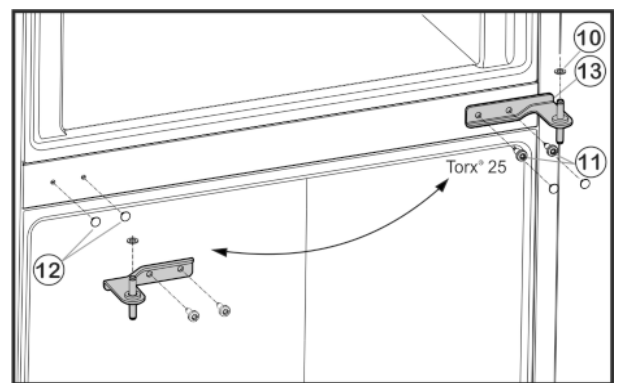

Fig. 5
- ▶ Обережно зніміть кришки Fig. 5 (12) та знову встановіть їх з протилежного боку.